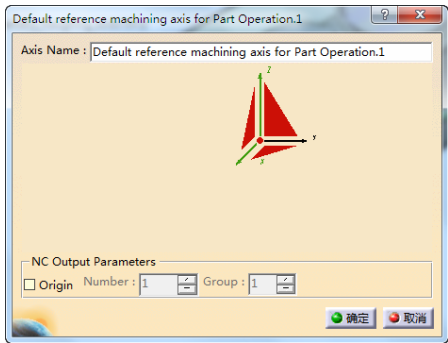

图 3-10 “Default reference machining axis for Part Operation.1”对话框（1）
3) 定义加工坐标系 (1)，其具体操作步骤如下：
- 单击“Part Operation”对话框中的 Default reference machining axis system 按钮，弹出“Default reference machining axis for Part Operation.1”对话框 (1)，如图 3-10 所示。